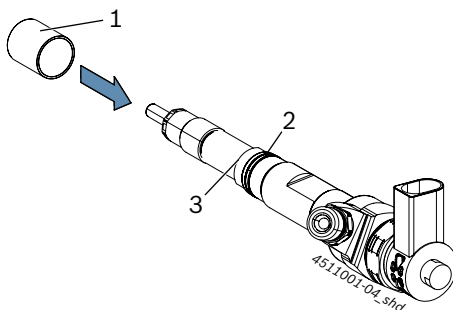

Fig. 4: Skjut adapterhylsa på CRI
3. Om det behövs en adapterhylsa, ska den motsvarande adapterhylsan (Fig. 4, pos. 1) skjutas tills det tar stopp (Fig. 4, pos. 3) på CRI.
4. Beakta i följande steg att adapterhylsan stannar vid anslaget (Fig. 4, pos. 3) på CRI och inte glider ner.